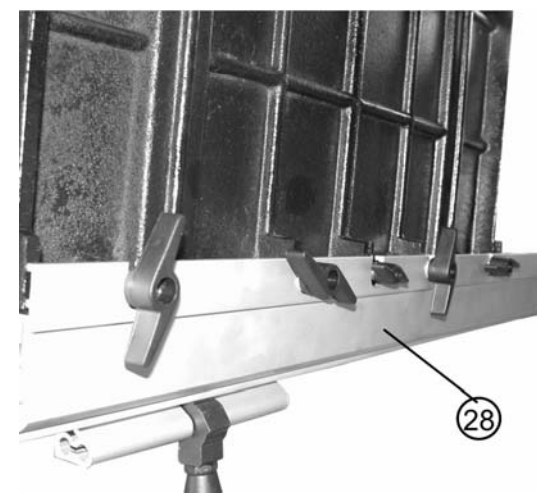
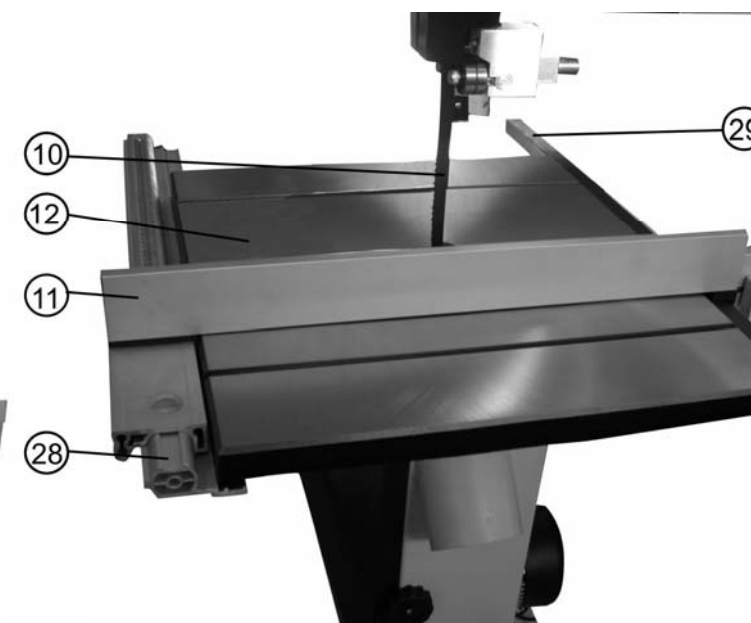

Рис.6
Рис.7
10.2. Установка направляющей планки (Рис.6, 7)
10.2.1. Используя винты крепления (М), Рис. (1), как показано на Рис.6, установите и закрепите направляющую планку (28) на левой стороне рабочего стола (12), Рис.7.
10.2.2. На противоположной стороне рабочего стола (12), используя детали крепления (Л), Рис.1, установите и закрепите планку (29), Рис.7. так, чтобы сопрягаемые элементы направляющей планки (28), планки (29) и подвижного упора (11) вошли в зацепление.